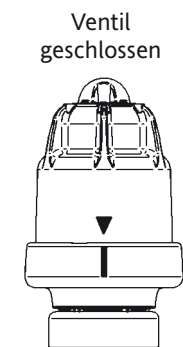

Bild 4
**Hinweis:** Richtige Funktion nur wenn Kappe in Stellung Ventil geschlossen (siehe Bild 4).
3. Kappe nach rechts drehen bis sie spürbar einrastet. Die Markierungen stehen nun übereinander (siehe Bild 4).
Kappe nach rechts drehen bis sie spürbar einrastet. Die Markierungen stehen nun übereinander (siehe Bild 4).